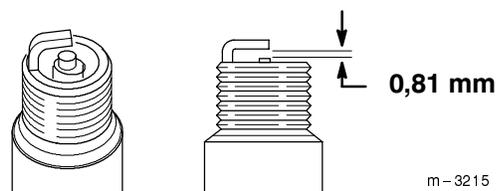

Figure 22
5. Réglez l'écartement des électrodes (Fig. 22) à 0,81 mm.